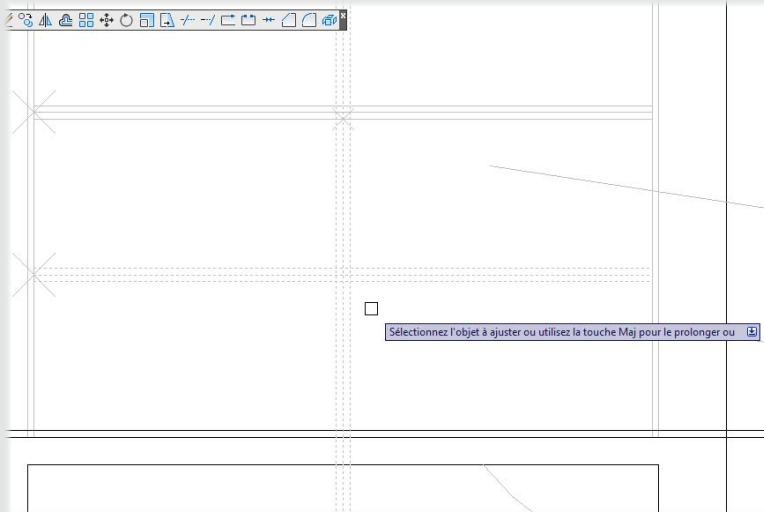

Figure 37
15. La Figure 37 montre le résultat apparaissant à l'écran après validation. Sélectionnons à présent les objets à ajuster.